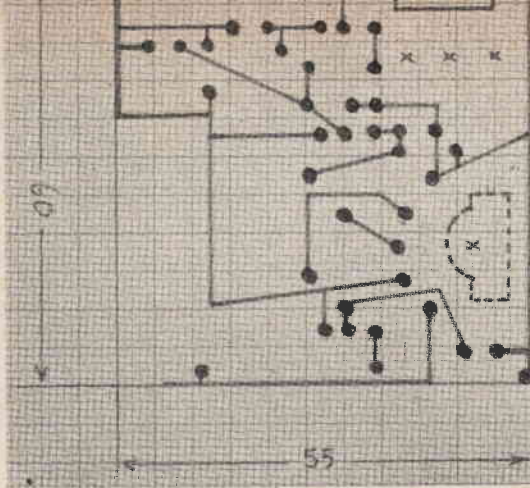

Fig. 4 - Circuito stampato in grandezza naturale
In fig. 4 è riporotato il circuito stampato in grandezza naturale, e questo servirà ad agevolare la riproduzione del disegno sulla apposita lastrina.
- 2) porre la lastrina sotto il disegno di fig. 4 e incidere con un punteruolo i punti in grassetto.